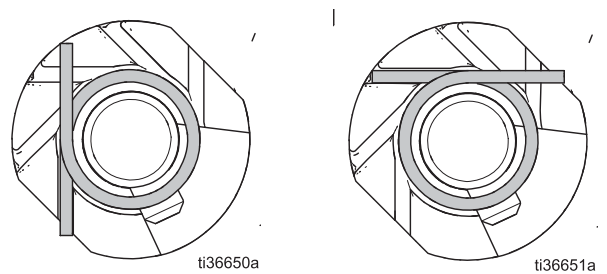

图 3 弹簧位置
4. 将弹簧（5）安装到阀杆上，并将其装入轴组件（6）的一个槽中。弹簧顶臂应与手柄保持近似垂直或略微逆时针的位置（参见图 3）。